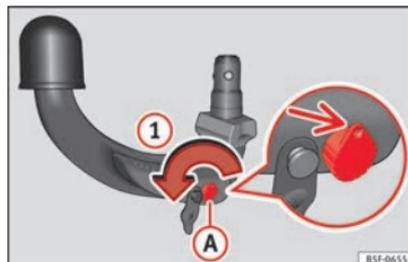

Abb. 226 Schritt 1
- Drehen Sie den Schlüssel in Pfeilrichtung ①, bis sich der gelochte Teil des Schlüssels oben befindet » **Abb. 226**.